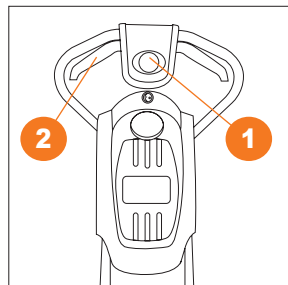

Рис. 16
2. Нажмите и удерживайте кнопку блокировки включения **1** (Рис. 16).
3. Продолжая удерживать кнопку блокировки включения **1**, прижмите скобу включения двигателя **2** к рукоятке (Рис. 16). Двигатель заработает и шнеки начнут вращение.